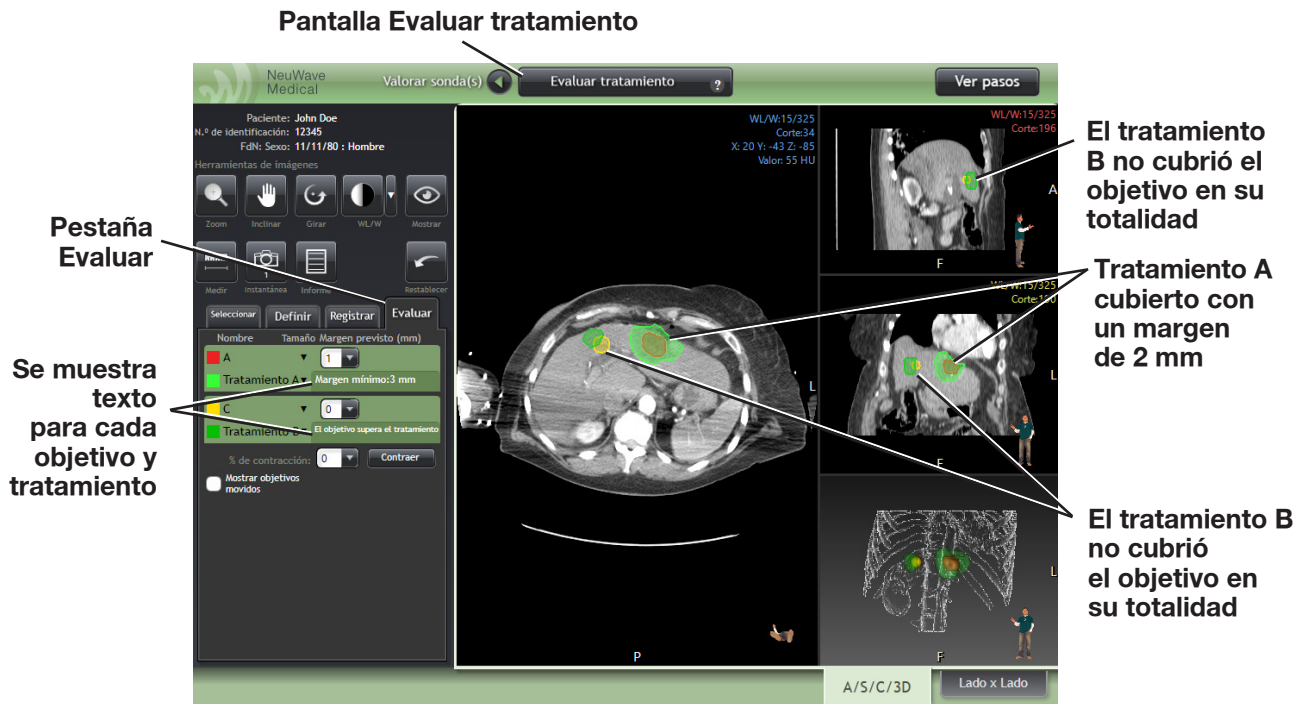

Figura 3-40: Tabla y pestaña Evaluar tratamiento.
3. Si no hubiera sondas de ablación presentes durante el escaneo pos-ablación, los objetivos de ablación y la zona de tratamiento se visualizarían como se muestra en la Figura 3-40.
4. Si la zona de tratamiento no cubre la lesión, un mensaje en la parte izquierda de la pantalla le informará de que el objetivo sobrepasa la zona de tratamiento: "El objetivo supera el tratamiento" (Figura 3-40).
5. Si la zona de tratamiento no cubre la lesión, un mensaje muestra los márgenes mínimos (en mm) entre el borde de la lesión y el borde de la zona de tratamiento (Figura 3-40).